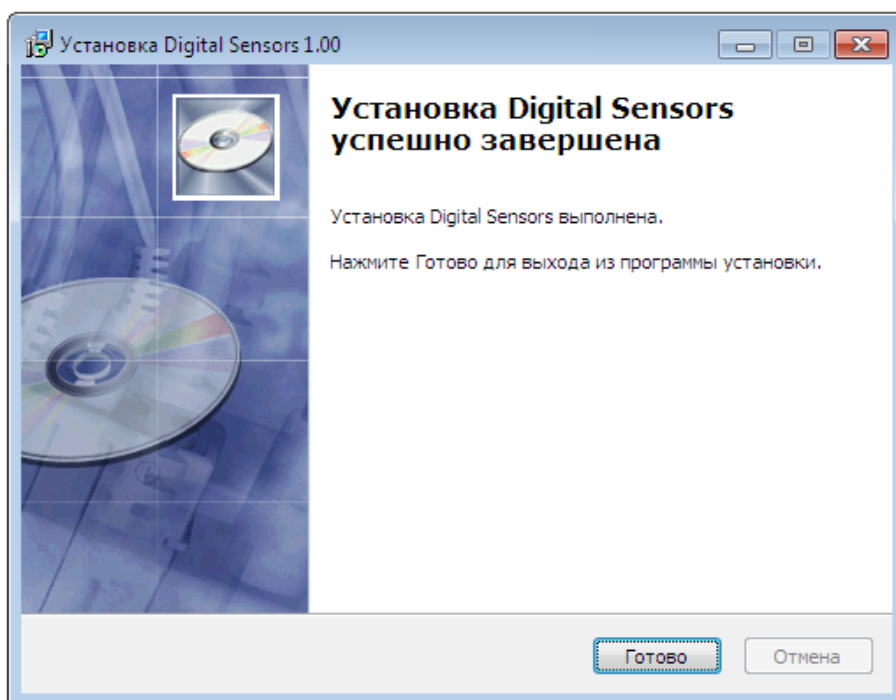

Рисунок 2.5
2.3.3.5 Успешное завершение установки программы "Digital Sensors 2" (рисунок 2.5).